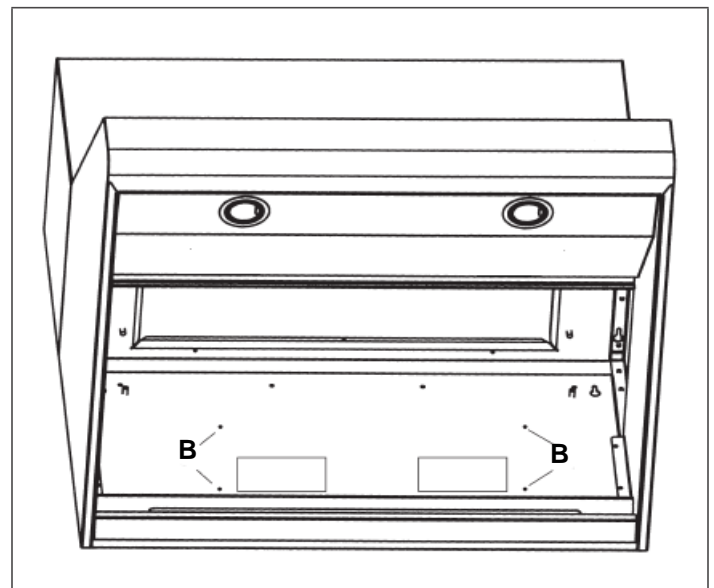

Figure 15: Emplacements des goujons soudés
2. La Figure 15 montre les goujons soudés à l'emplacement B pour un débouché horizontal (arrière). Fixez quatre écrous (fournis avec la hotte) aux goujons soudés. Pour un débouché vertical, fixez les écrous aux goujons situés sur le dessus de la plaque de montage.